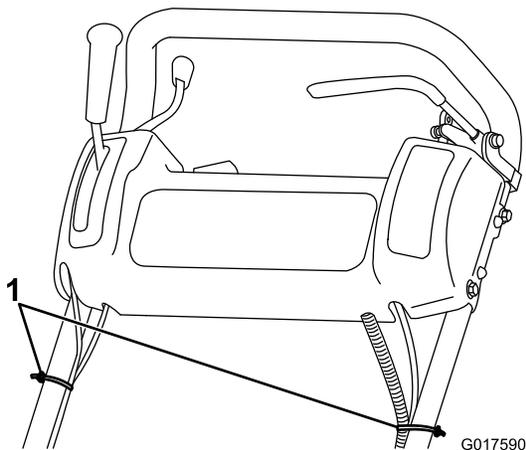

Figura 4
8. Sujete los cables y el arnés de cables al manillar con sujetacables (Figura 4).